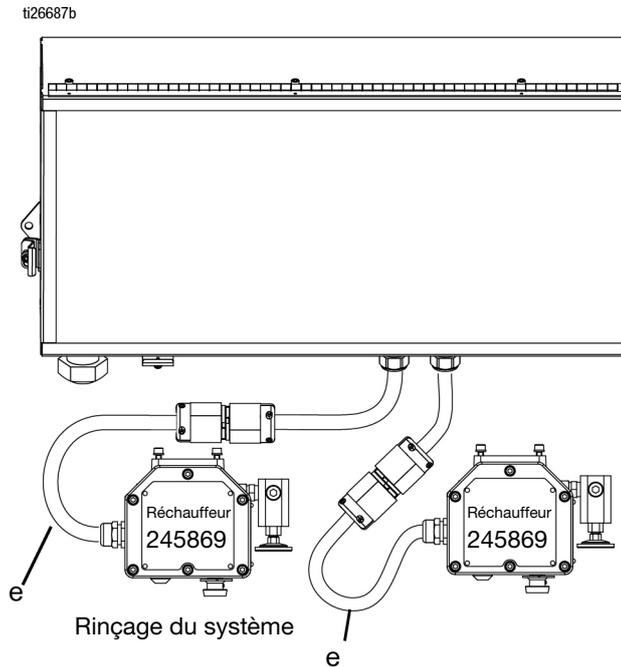

FIG. 16
- e. **Pour les modèles pour endroits sans danger,** raccorder les cordons électriques (e) pour le réchauffeur du réservoir et le réchauffeur de rinçage aux borniers. Voir la FIG. 16.